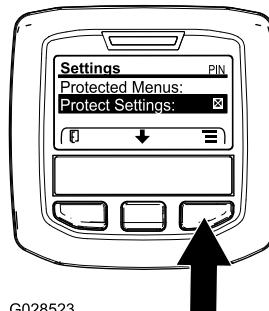

Рисунок 30
- Перейдите в защищенное меню и разблокируйте подменю защищенных настроек (Рисунок 30); см. раздел Доступ к защищенным меню \(страница 20\).